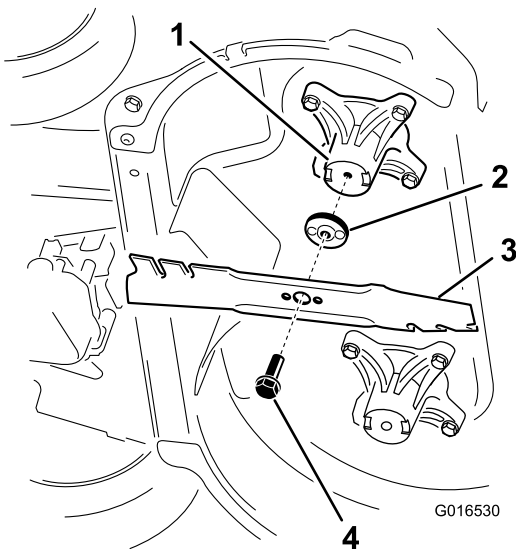

Рисунок 39
2. Снимите каждый нож, как показано на Рисунок 39.
1. Установите первый нож так, чтобы он находился в горизонтальном положении, вместе со всеми крепежными деталями, как показано на Рисунок 39.